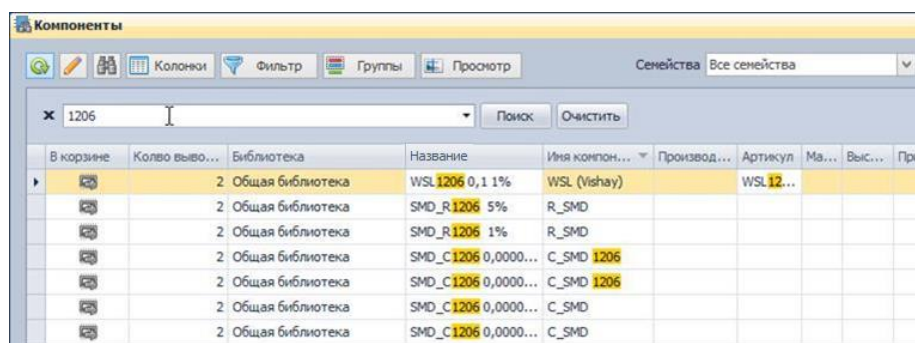

Рис. 769. Найденные значения в таблице
2. В строке поиска введите нужное сочетание символов и нажмите кнопку «Поиск», либо клавишу «Ввод» («Enter»), или дождитесь автоматического выполнения поиска, см. Рис. 769. В таблице будут отображены только те радиодетали, среди значений параметров которых содержатся введенные символы. Нужное сочетание символов маркируется с помощью выделения желтым цветом.